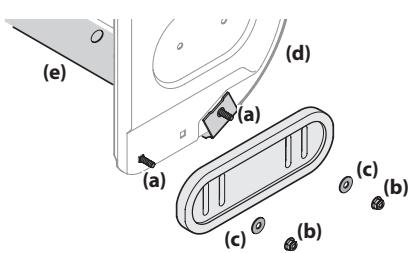

Figura 2-50
1. Use los dos pernos de carro (a) y las tuercas de brida hexagonales (b) y las arandelas planas (c) (si están equipadas) para ajustar la zapatilla antideslizante a la caja de la barrena (d). Ajuste a mano las tuercas hexagonales con reborde. Consulte la Figura 2-50.